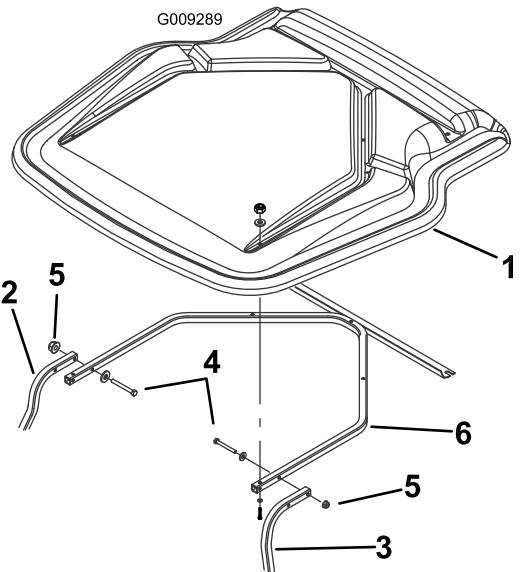

Figure 2
5. Soulevez l'abri et placez-le sur les supports avant. Fixez sans le serrer l'abri aux supports avant au moyen de quatre longues vis (5/16 x 2¾ po), quatre rondelles plates (5/16 po) et quatre écrous à embase (5/16 po) (Figure 2).
Remarque: Le support de l'abri est déjà légèrement fixé à l'abri (Figure 2).